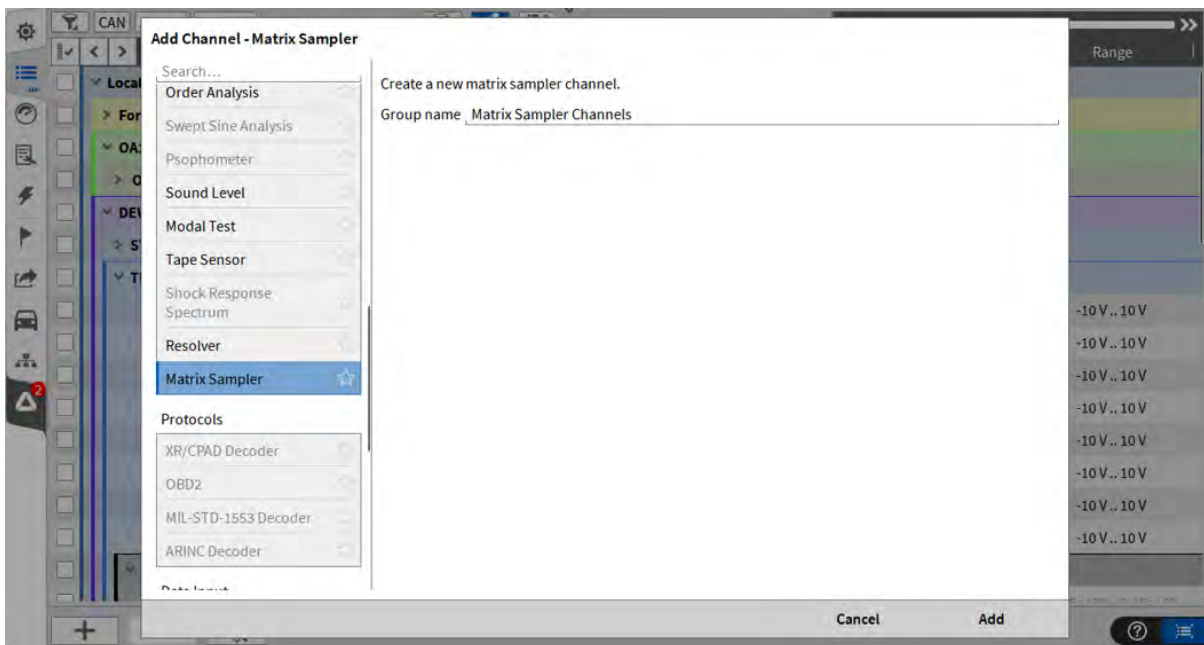

Fig. 7.154: 根据通道列表中的通道直接创建矩阵图通道
1. 在通道设置界面的左下角点击 + 号（可以参考 Fig. 7.154 如何使用软件通道）并在计算通道中选择 **Matrix Sampler**。在选择阵列统计之前至少选择一个通道（例如 FFT 幅值通道）。实际参考通道可以在添加该通道前选择，也可以在添加后更改。